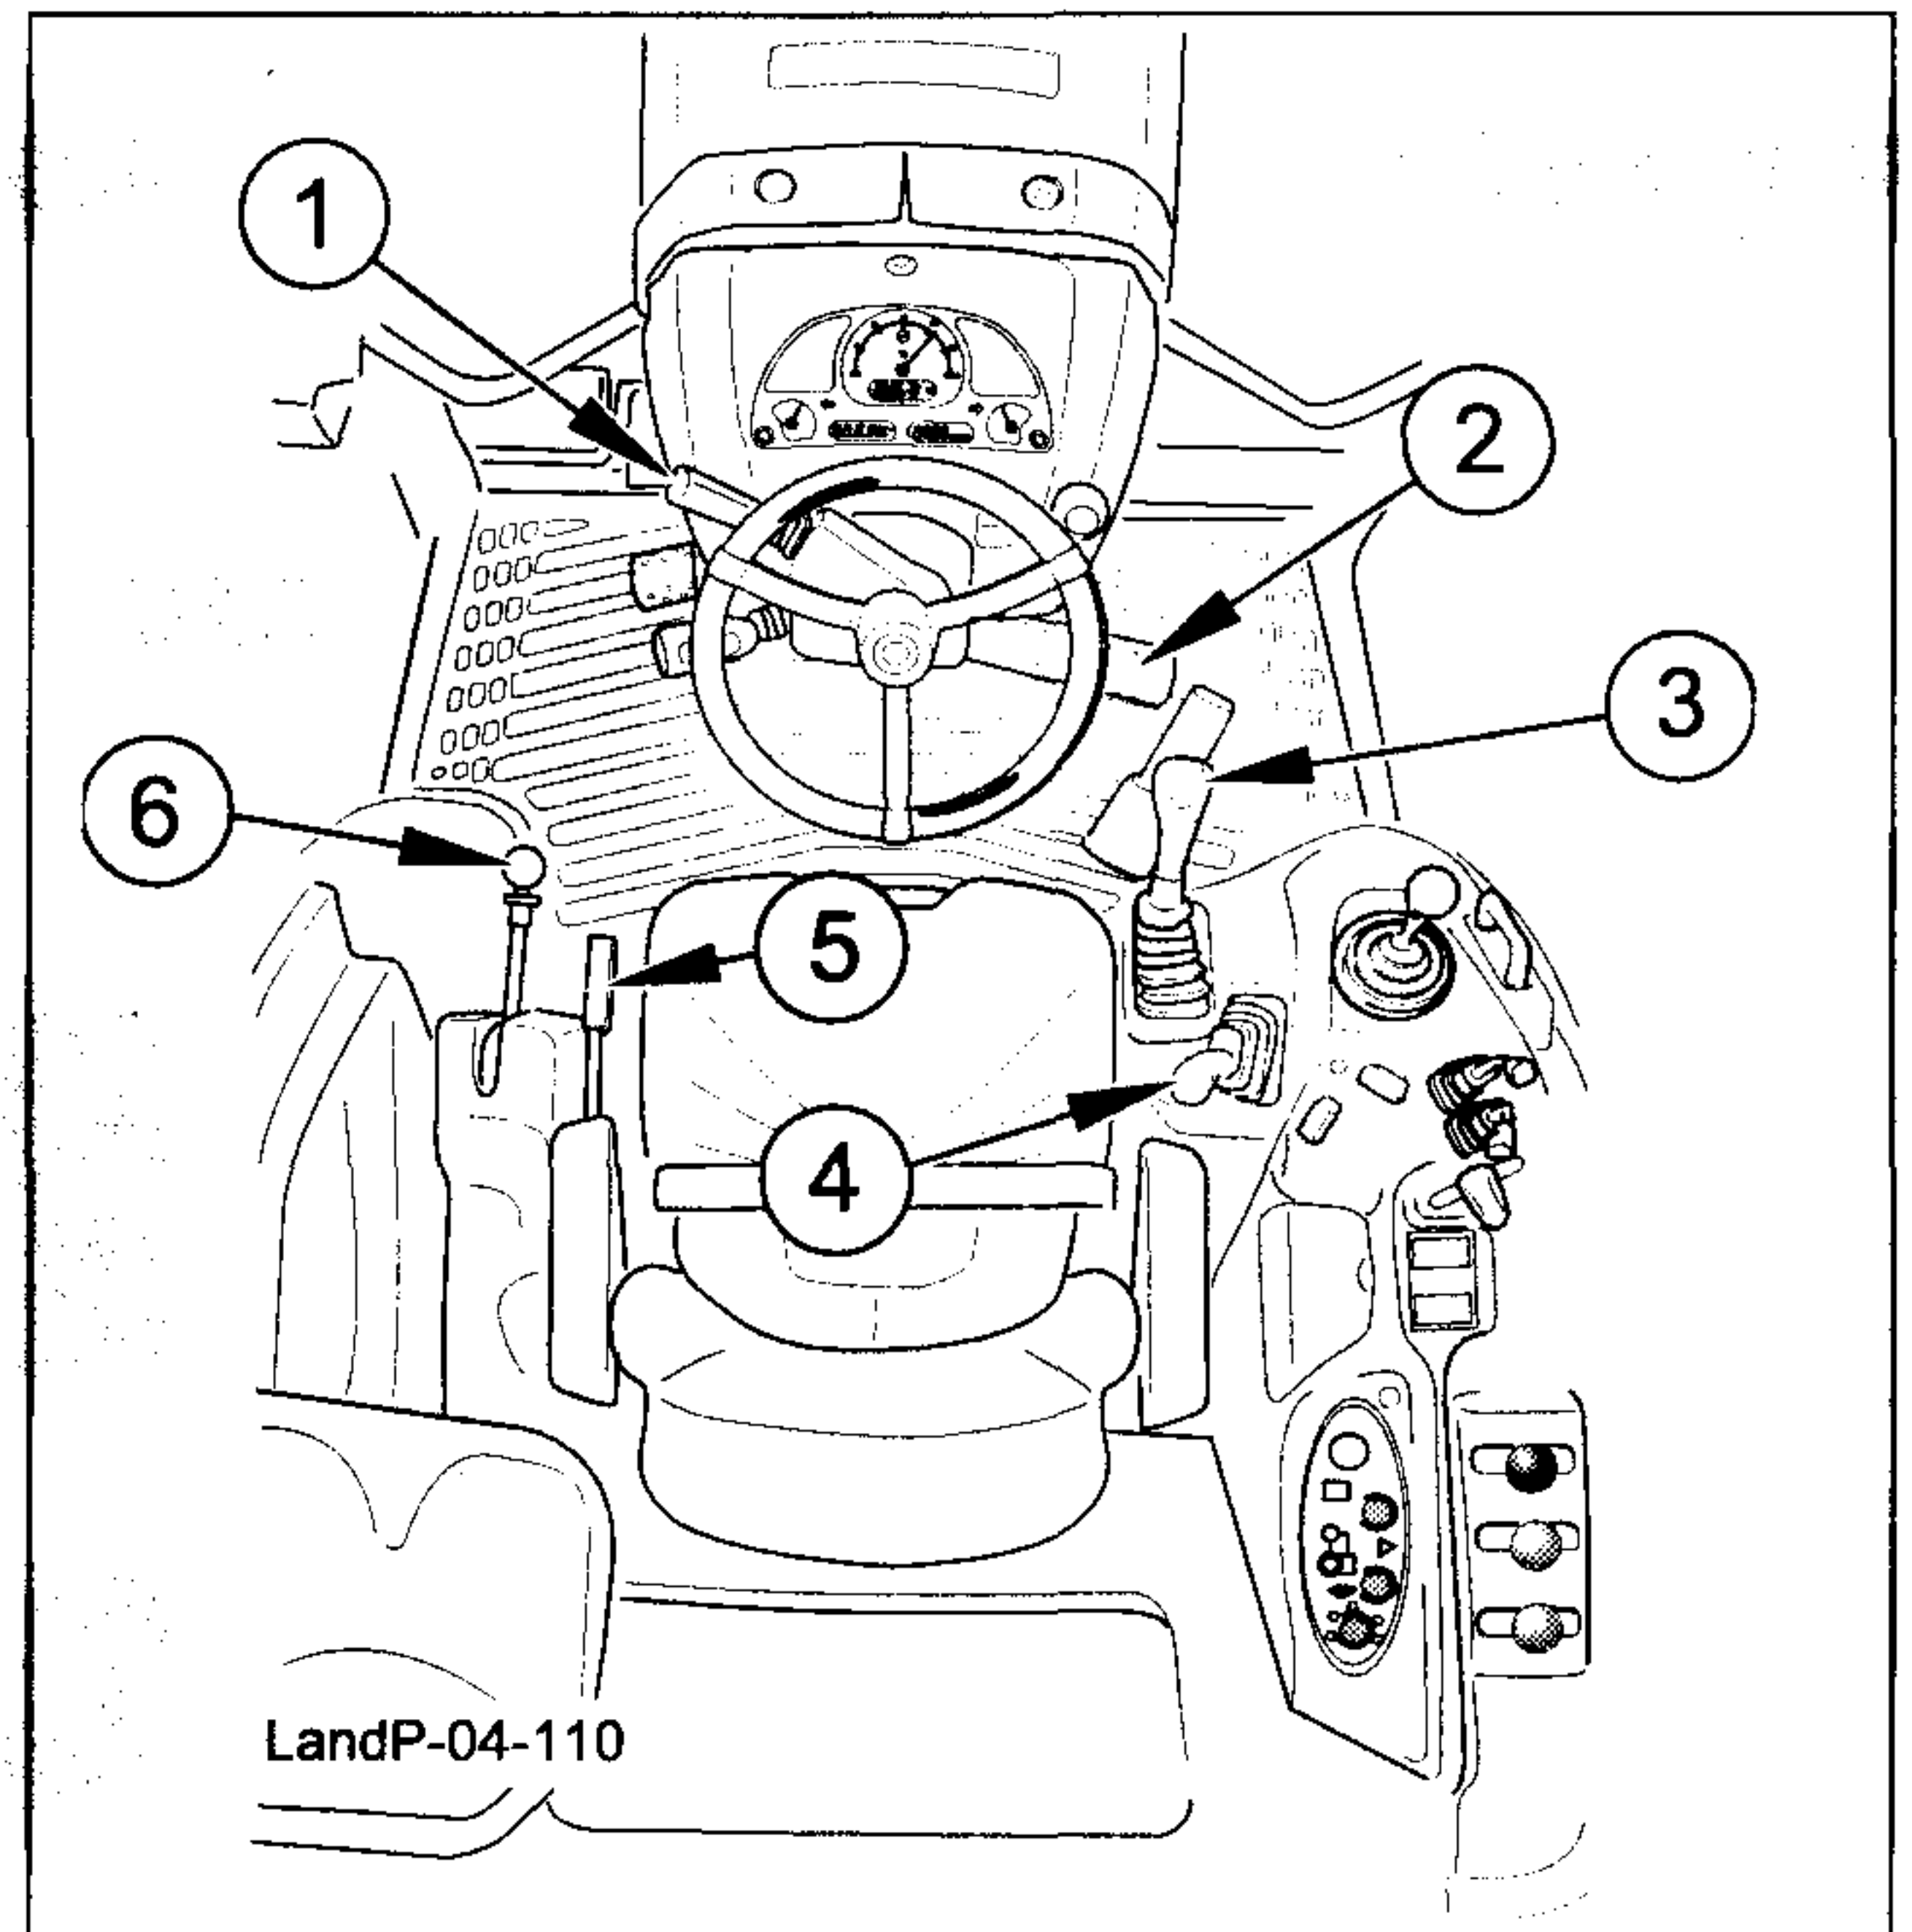

Fig.4-110
Poner los siguientes mandos en NEUTRO. (Fig. 4-110 y 4-111):
- 1- Palanca mando inversor (1-Fig.4-110)
- 2- Palanca selección marchas (3-Fig. 4-110)
- 3- Palanca selección gamas (4-Fig. 4-110)
- 4- (Sólo con Top-Tronic) Desconectar el Park Lock (5-Fig. 4-110)
- 5- Desconectar el freno de mano (3-Fig. 4-110)
- Desacelerar y parar el tractor con los pedales de los frenos unidos (2 Fig.4-110)
Activar el freno de estacionamiento (Fig. 4-110).
Activar el Park-Lock (sólo con Top-Tronic) (Fig. 4-110).